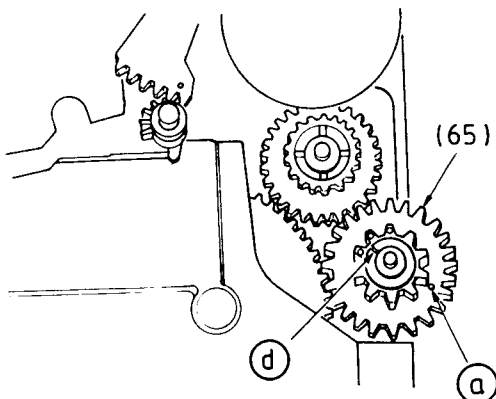

Fig. 5
- Lage des Markierungslochs (a) oder der Markierungsnase (d) des Zwischenrades (65) merken (Fig. 5) und Capstanrotor entgegen dem Uhrzeigersinn drehen bis das Zwischenrad (65) eine Umdrehung gemacht hat.
- Note the position of the marking hole (a) or the marking lug (d) on the Intermediate Gear (65), Fig. 5, and rotate the Capstan Rotor in the anti-clockwise direction until the Intermediate Gear (65) makes one complete revolution.